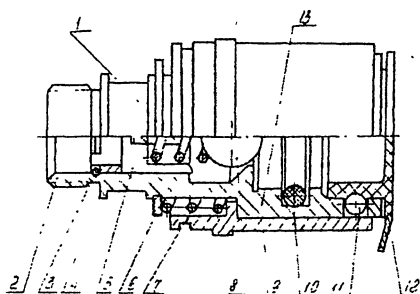

Рис. 11 – Полумуфта:
3) Полумуфта (рис. 11) крепится на шасси полуприцепа и через штуцер 2 соединяется со шлангом маслопровода, идущим к гидроцилиндру опрокидывающего механизма. Шарики II замка муфты зажимаются запорной втулкой 9 в кольцевой канавке полумуфты трактора. При оттягивании запорной втулки шарики замка получают возможность свободно перемещаться в радиальном направлении, и наступает разрыв муфты.